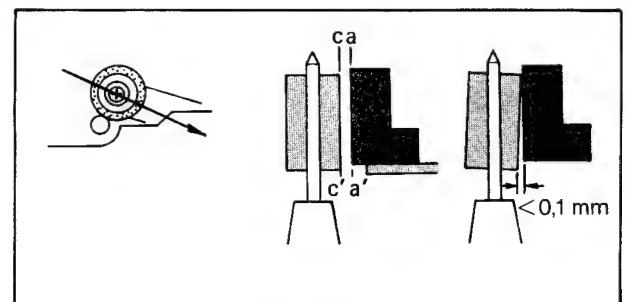

Bild 2-21
2. Ohne Band in Wiedergabe-Stellung schalten. Mit der Höhenlehre die Senkrechteinstellung der Andruckrolle überprüfen (Bild 2-21).